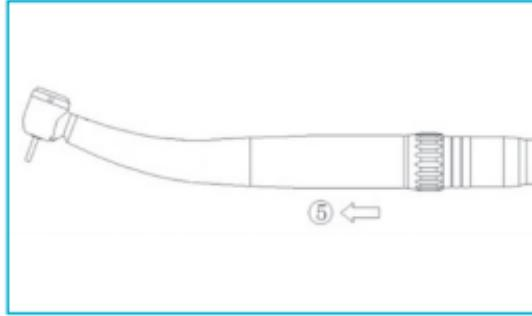

Fig. 6-6
Die LED-Kupplung festhalten und die Turbine mit leichter Drehung herausziehen (Abb. 6-6⑤).